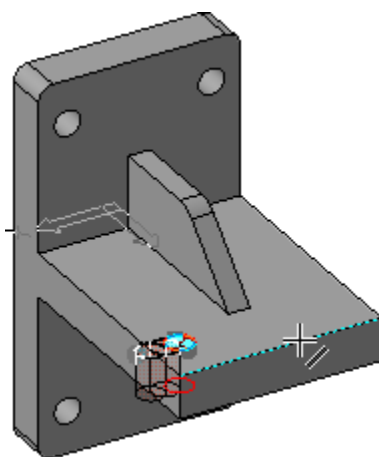

Рисунок 16.
- В модели укажите прямолинейное ребро, которое будет являться первой осью массива (рис.16).